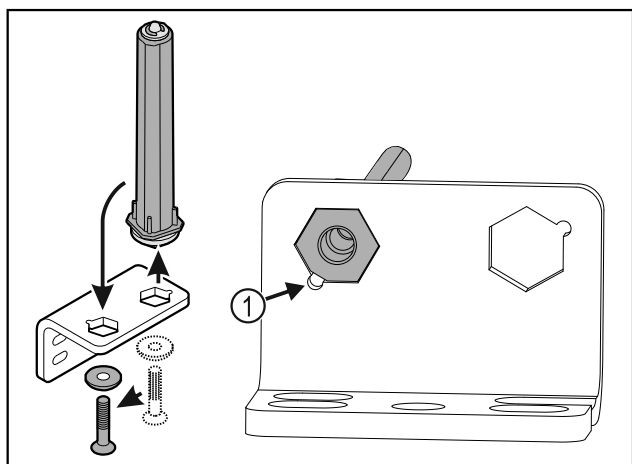

Fig. 38
- ▶ Pobrinite se za to da je prilikom umetanja zakošenje na svornjaku Fig. 38 (1) usmjereno prema okrugloj rupi.